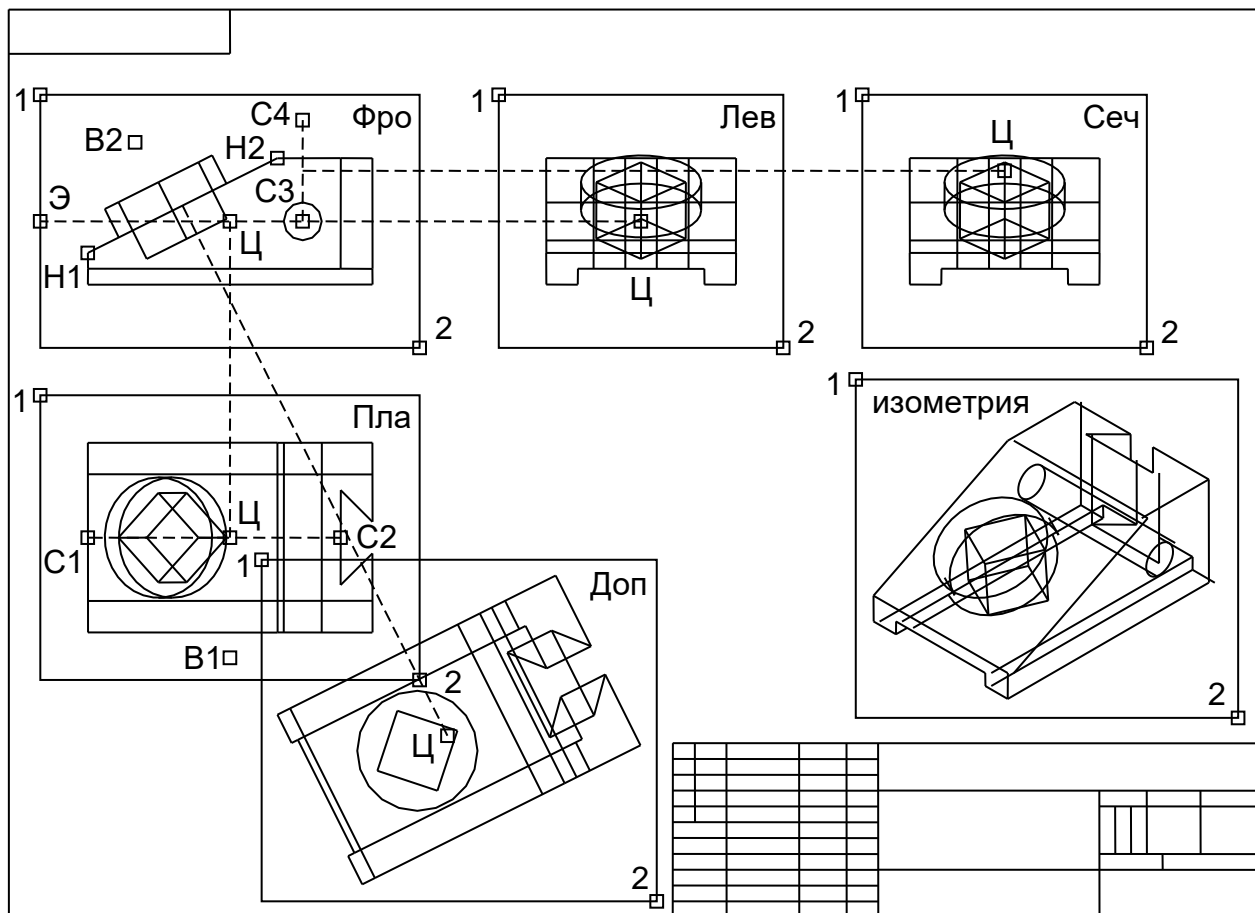

Рис. 30
ВЭ создаются в следующем порядке (рис. 30):
Положение центра и рамки ВЭ в первом приближении можно задать так, как это показано на рис. 30. В дальнейшем размещение и размеры ВЭ можно будет уточнить в процессе окончательной компоновки чертежа.
2. Создать ВЭ для фронтального разреза (см. рис. 30):
3. Создать ВЭ для вида слева (см. рис. 30):
4. Создать ВЭ для профильного разреза в порядке, аналогичном созданию фронтального разреза (см. рис. 30).
5. Создать ВЭ для дополнительного вида (дополнительный вид создается из текущего ВЭ Фро) (см. рис. 30):
6. Командой -ВЭКРАН создать ВЭ для изометрии модели (см. рис. 30). Далее, не выходя из режима компоновки, переключиться в пространство модели и сделать текущим этот ВЭ. Установить в нем вид в плане МСК. Затем установить вид в юго-западной изометрии.